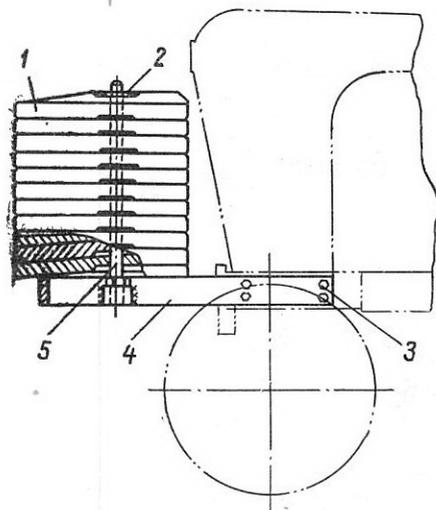

Fig. 33. Fixation des masses de lestage sur l'avant du tracteur:
Ses qualités de traction et d'adhérence permettent d'utiliser le tracteur T40 avec un grand nombre de machines portées de poids important qui exigent toutefois l'augmentation de la stabilité longitudinale en disposant des masses de lestage additionnelles à l'avant du tracteur (fig. 33).
2. Fixer sur la console la broche 5 (fig. 33) en la vissant sur 3-5 filets et placer trois masses *I* sur la console.